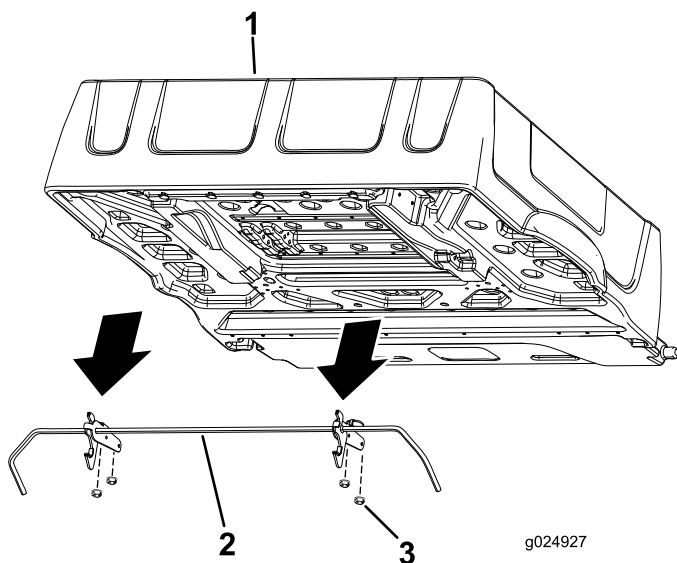

Figura 3
6. Îndepărtați cele 4 piulie cu guler care fixează suportii tijei de blocare pe partea inferioară a platformei (Figura 3).